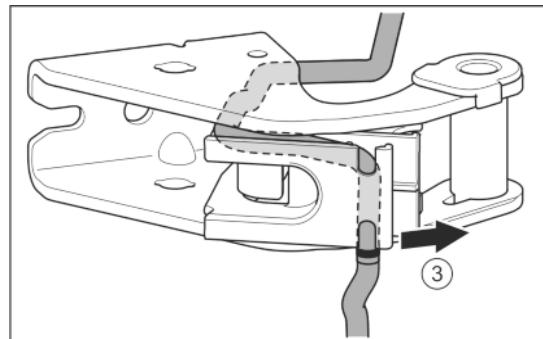

Fig. 30
- ▶ Odvojite kabel iz vodilice. Fig. 30 (3)